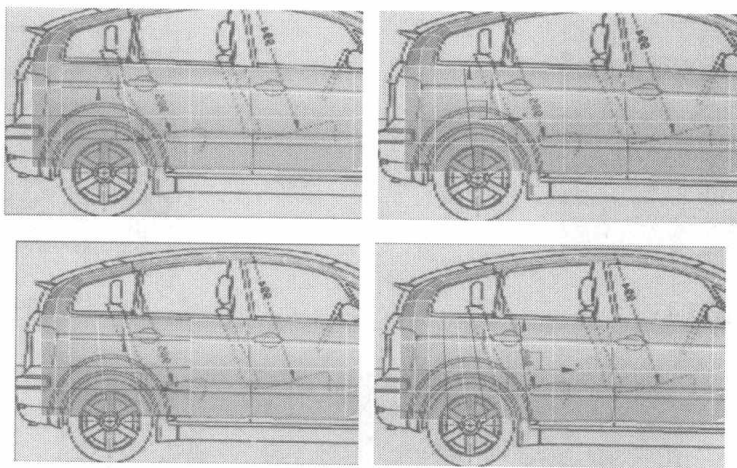
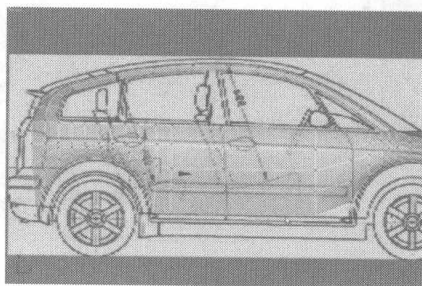

图 7.38
图 7.39
- 16 选择车身上的曲线，单击 **Connect** 按钮，添加细分曲线，如图 7.38 所示。按住 Ctrl 键，就能重复选择物体。然后将节点位置调整到图 7.39 所示的位置。